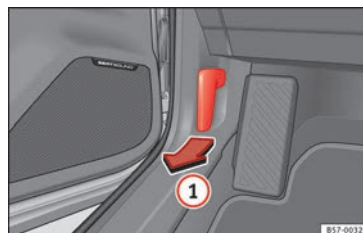

Fig. 9 Levier de déverrouillage sur le plancher, côté conducteur.
- Ouvrir le capot : tirez le levier situé sous le combiné d'instruments » fig. 9 ①.